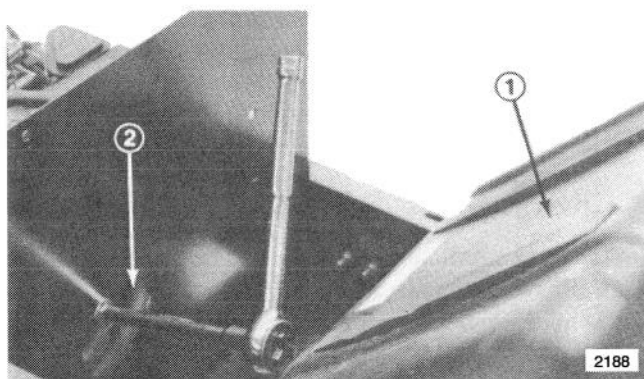

Figure 16
2. Pour accéder à la bougie arrière, il faut déposer le réservoir d'essence (Fig. 16).
3. Reconnecter les fils des bougies (Fig. 16).